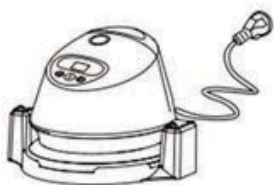

Рис. 1
1. Достаньте устройство и все комплектующие из упаковки, очистите от транспортировочных элементов, после чего размотайте кабель питания (Рис. 1).